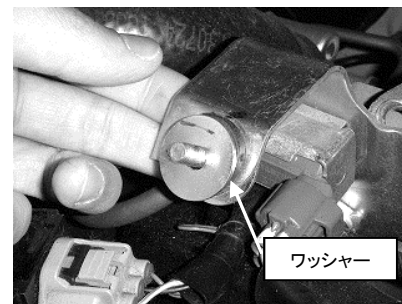

図 6
- 5) ゴムグロメットの手前側から 1 枚、ワッシャーを通します。図 6 参照